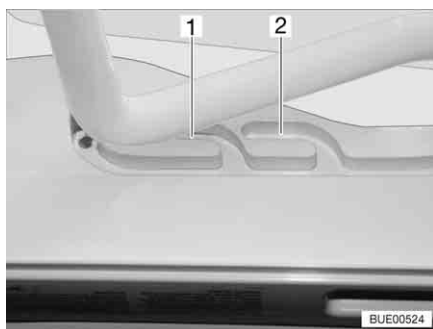
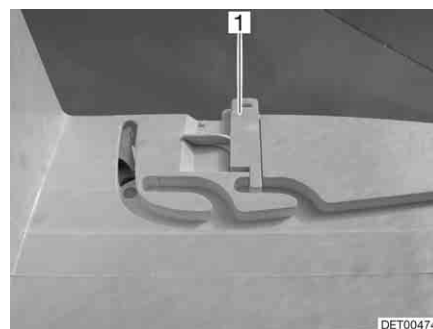

Bild 97 Heki-takluckan i ventilationsläge
Bild 98 Lås ventilationsläge
Heki-takluckan kan ställas i två ventilationslägen: Läget för dåligt väder (Bild 97,1) och mittläget (Bild 97,2). Beroende på modell kan takluckan låsas i mittläget med de båda spärrarna (Bild 98,1) till höger och vänster om ramen till takluckan.
- Tryck bygel lätt uppåt och skjut in den i det valda spåret (Bild 97,1 eller 2) och lås eventuellt.